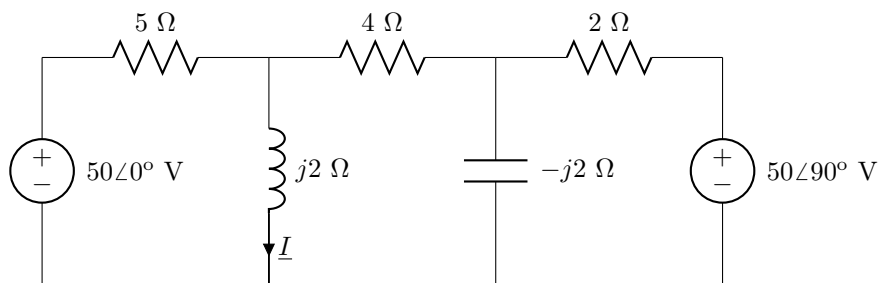

Figura 4.21: Circuito del problema 52.
52. Utiliza el método de nodos para obtener la intensidad de corriente  $\underline{I}$  en el circuito de la figura 4.21.